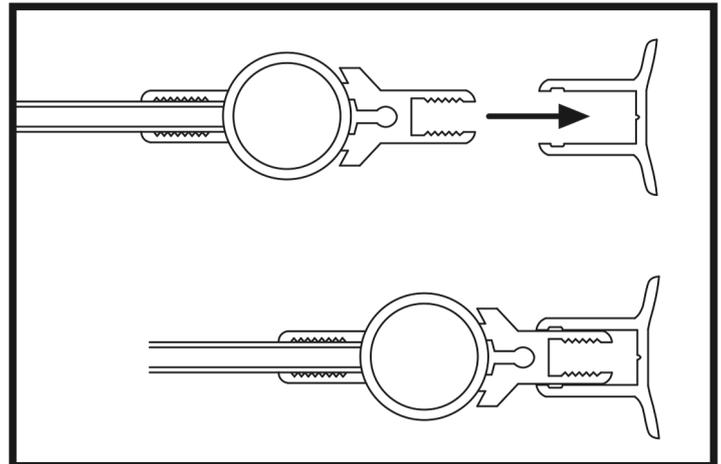

Abbildung 14
38. Legen Sie das Glas vorsichtig mit der unteren Kante auf die Blöcke. Schieben Sie das Monoscharnierglas in das Profil der an der Wand befestigten Scharnierstange mit Ausrichtung zur Wand. (Abbildung 14)